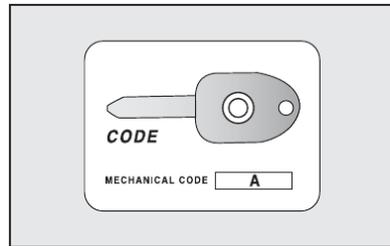

fig. 2
Com o conjunto de chaves é entregue o CODE CARD **fig. 2** no qual é indicado:
**A-fig. 2** - O código mecânico das chaves a comunicar à Rede Assistencial FIAT para pedir cópias das chaves.